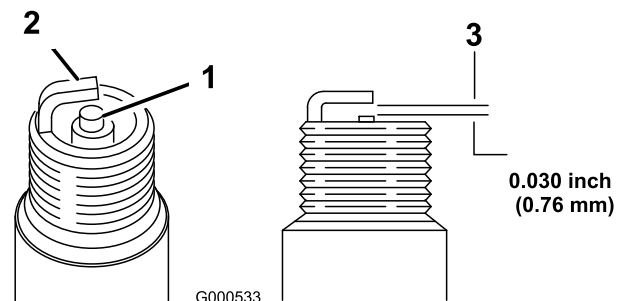

Bild 25
1. Sehen Sie sich die Mitte der Zündkerze an (Bild 25). Wenn der Kerzenstein hellbraun oder grau ist, ist der Motor richtig eingestellt. Eine schwarze Schicht am Kerzenstein weist normalerweise auf einen schmutzigen Luftfilter hin.
2. Prüfen Sie den Abstand zwischen den mittleren und seitlichen Elektroden (Bild 25). Verbiegen Sie die seitliche Elektrode, wenn der Abstand nicht stimmt.